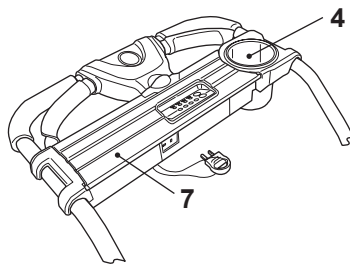

Fig. 12
Le produit est équipé d'une boîte à outils (7) et d'un support d'accessoires (4) pré-monté sur la barre de poignée supérieure (8) (Fig. 12).